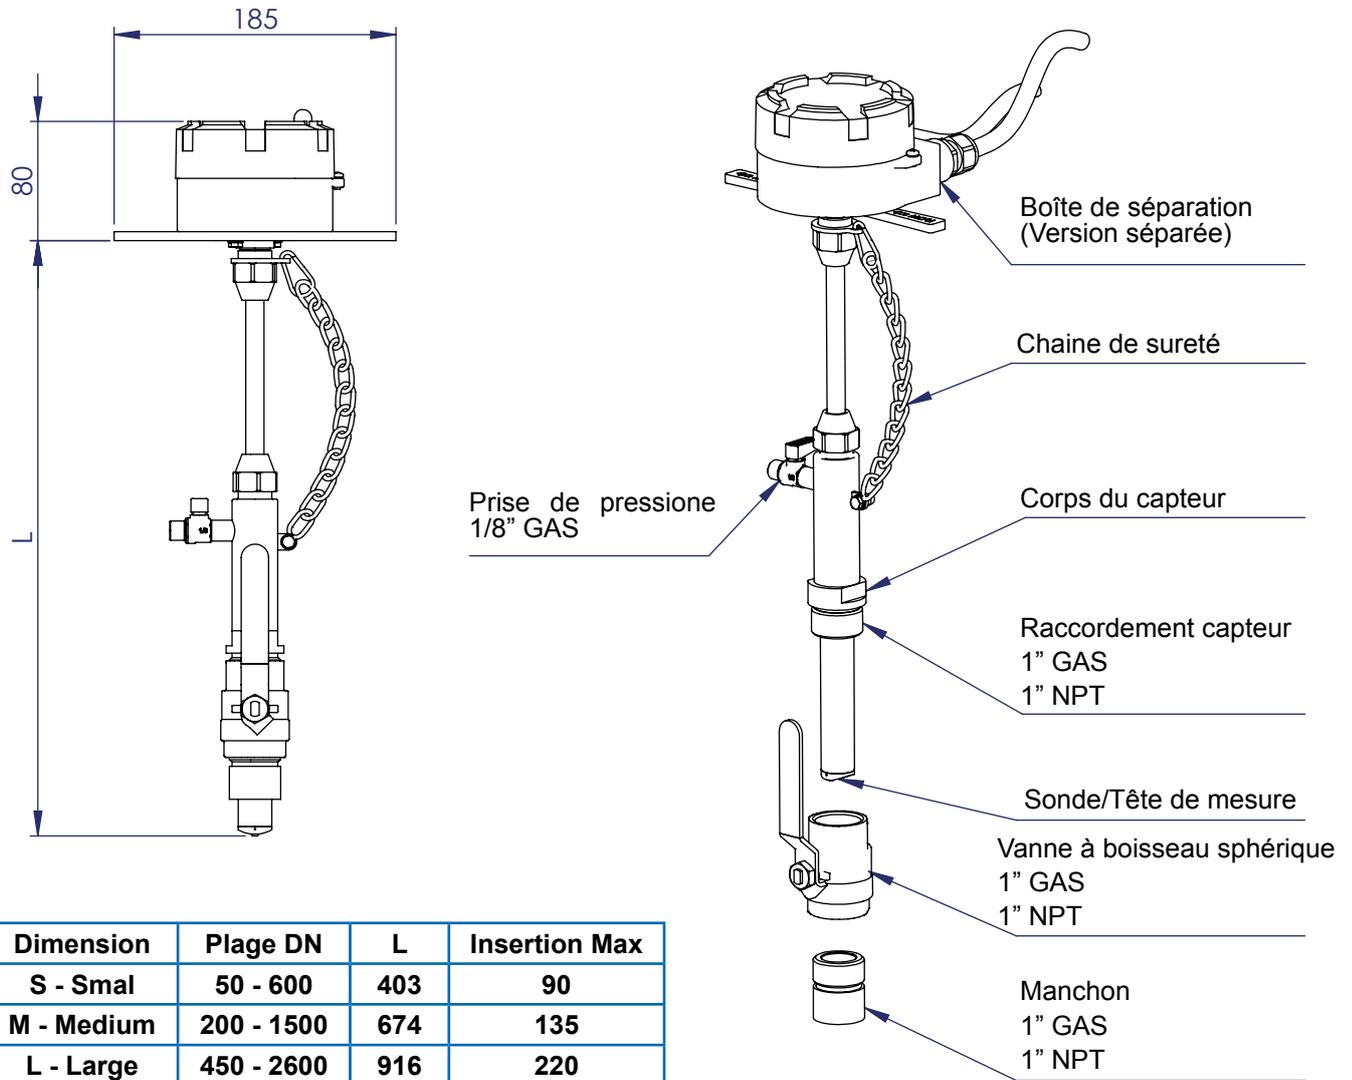

Fig. 63
- »  $L$  = Longueur du débitmètre, donnée dans la fiche de la Fig. 63